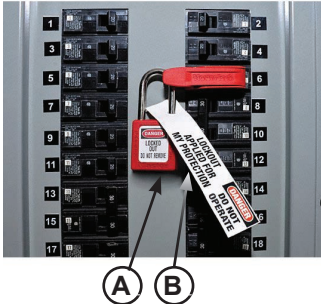

Figure 21
Lors de tous travaux sur les commandes électriques ou électroniques, s'assurer que la source d'alimentation électrique est étiquetée (A) et verrouillée (B) conformément aux règles de l'OSHA* et aux codes de l'électricité en vigueur (voir Figure 21).